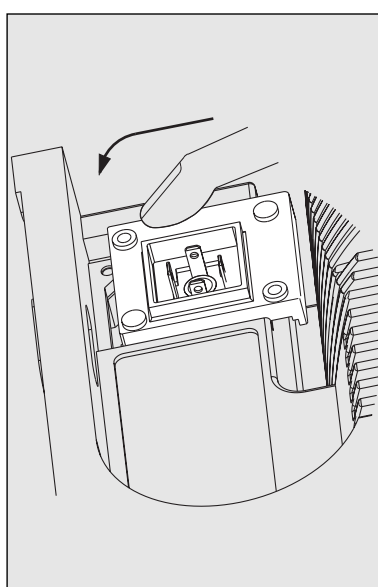

Fig. 15
- Spingere la scheda del relè attraverso l'apposita apertura, tenendo l'angolo superiore del bordo inferiore contro la guida sulla base della pompa, finché il contatto del componente del relè non sarà in contatto con il sistema di comando. (Vd. fig. 15: Prova: verificare se è ancora possibile muovere avanti e indietro l'estremità della scheda)